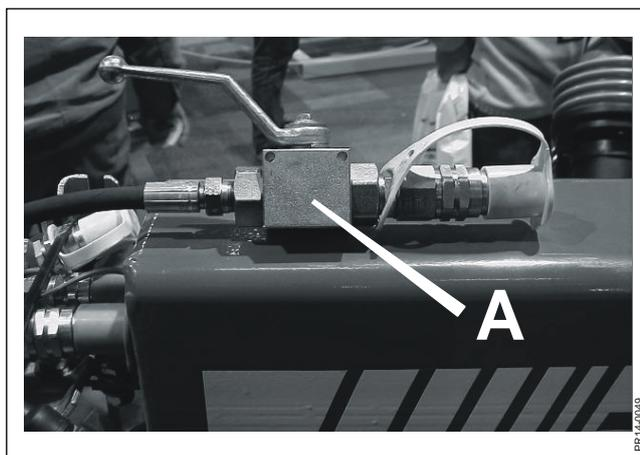

Abb. 3-1
**Abb. 3-1 VOR DER TRANSPORTFAHRT DIE KUGELHÄHNE SCHLIESSEN.** Diese sind bei den Schnellkupplungen am Schlepper angebracht. Das Ventil ist in offener Position gezeigt und wird geschlossen, wenn der Griff um 90 Grad gedreht wird.